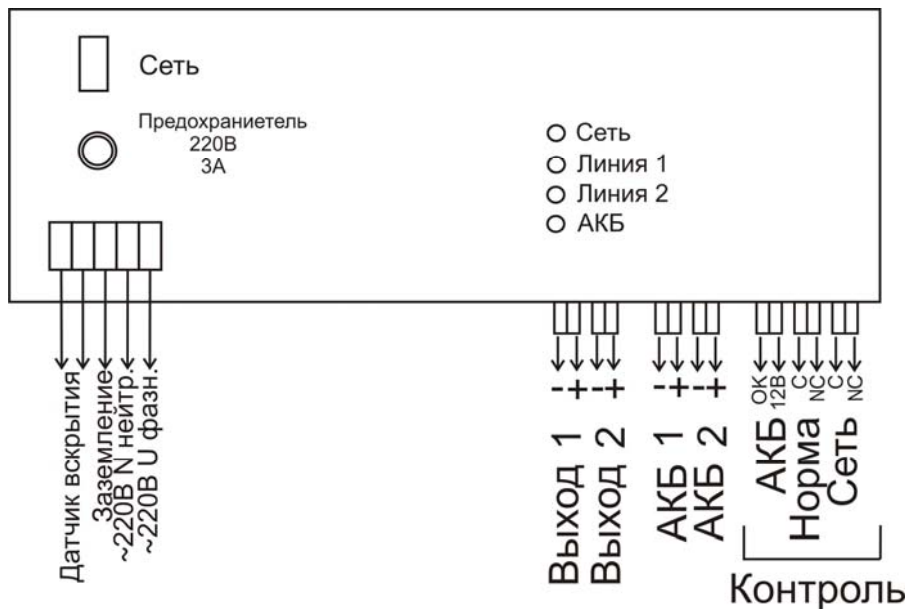

Рис. 5 Схема подключения ИРП 12-6
- Подключите к источнику нагрузки и резервные аккумуляторы согласно рис. 5 и рекомендациям раздела «Особенности применения».